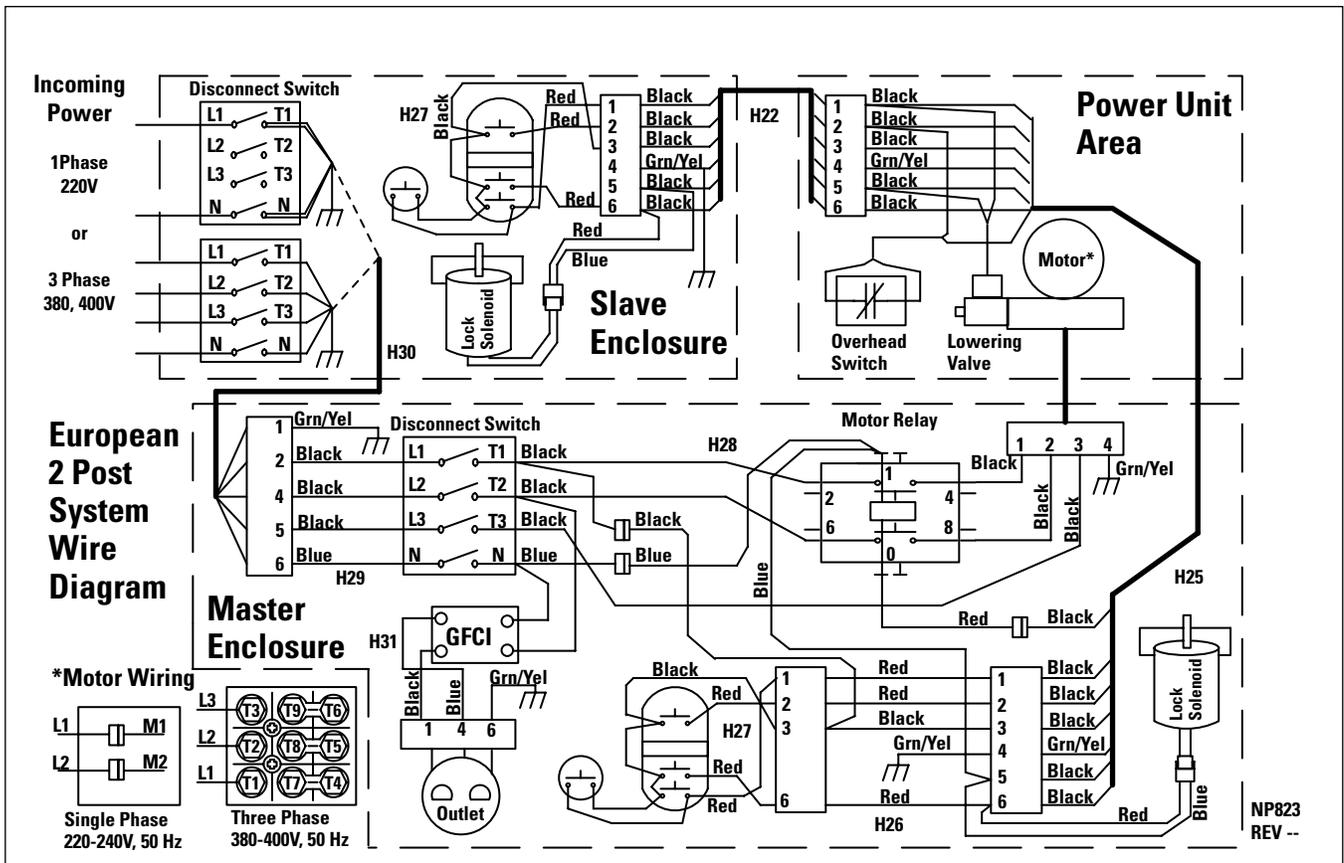

Fig. 25
C) Introduzca el cable del motor a través del dispositivo de contracción y hacia el interior de la caja de conexiones del motor. Para más detalles acerca de los diagramas de cableado y el cableado del motor, consulte la Fig. 25.